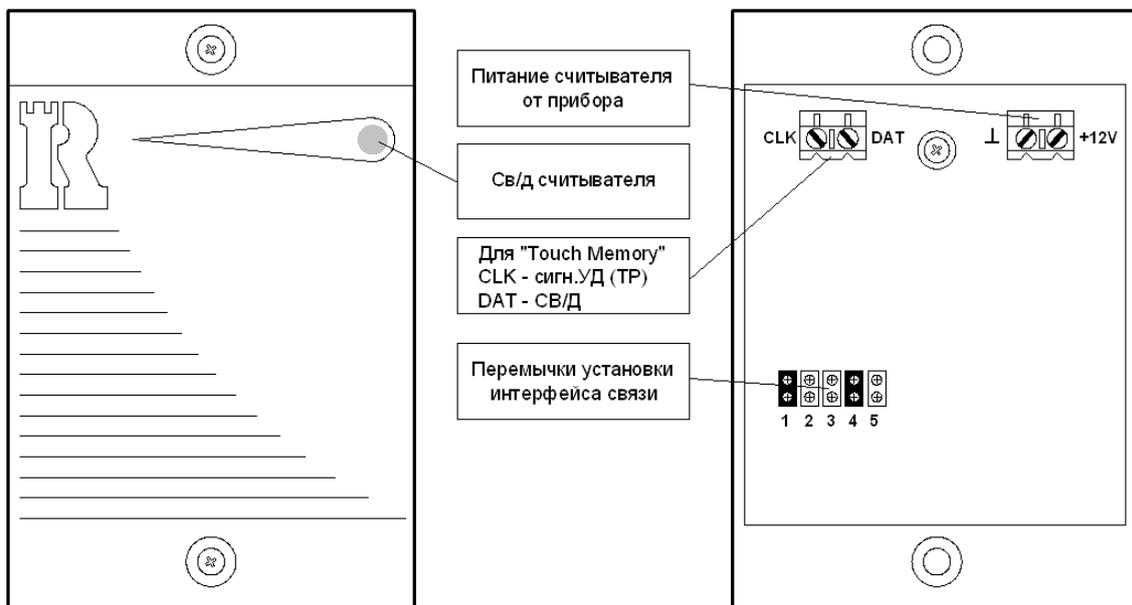

Рисунок 3 – Внешний вид выносной контрольной панели ВКП
5.1.2.2 Назначение группы переключателей JP1, рисунок 3: